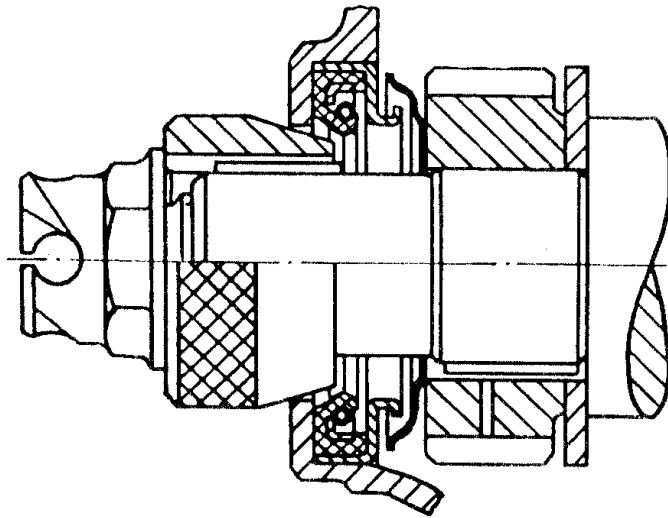

Рис.62. Центрирование переднего сальника коленчатого вала с помощью приспособления 5-У-27685
22. Надеть крышку распределительных шестерен на шпильки ее крепления, предварительно надев на них прокладку крышки. Крышка должна быть отцентрирована по переднему концу коленчатого вала при помощи специальной конусной оправки (рис.62). Надеть на передний конец коленчатого вала оправку, поджать крышку распределительных шестерен к блоку цилиндров при помощи храповика, предварительно застопорив коленчатый вал от проворачивания, и затянуть гайки крышки.